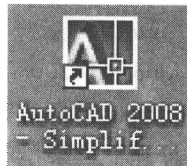

图 1-1 AutoCAD 2008 快捷方式图标
1) 双击 Windows 桌面上的 AutoCAD 2008 快捷方式图标,如图 1-1 所示。